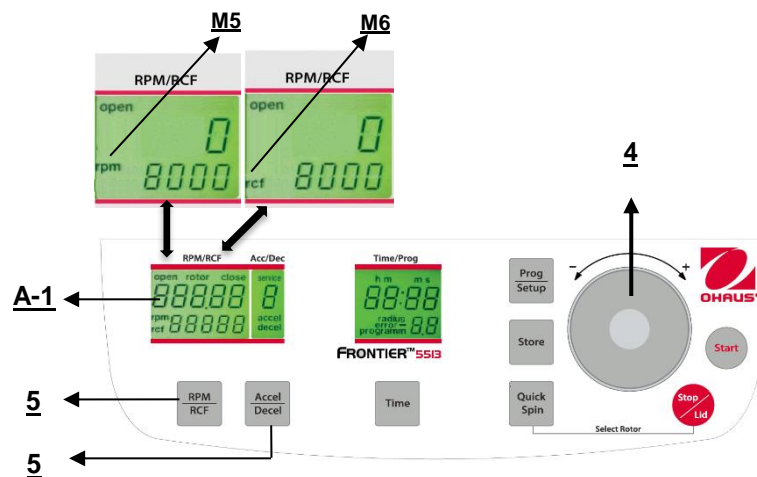

Figura. 16
Esta preselección se activa con el botón **"RPM/RCF"** (5) (consulte la Figura 16 a continuación). Al presionar el botón una vez, destella la palabra **"rpm"** (M5). Al presionar el botón dos veces, se puede seleccionar la preselección de las fuerzas centrífugas. Entonces aparece la palabra **"rcf"** (M6). Puede establecer los valores que desee con la dial de ajuste (1). En la pantalla (A-1) aparece permanentemente el valor regulado, antes, durante y después de la operación.